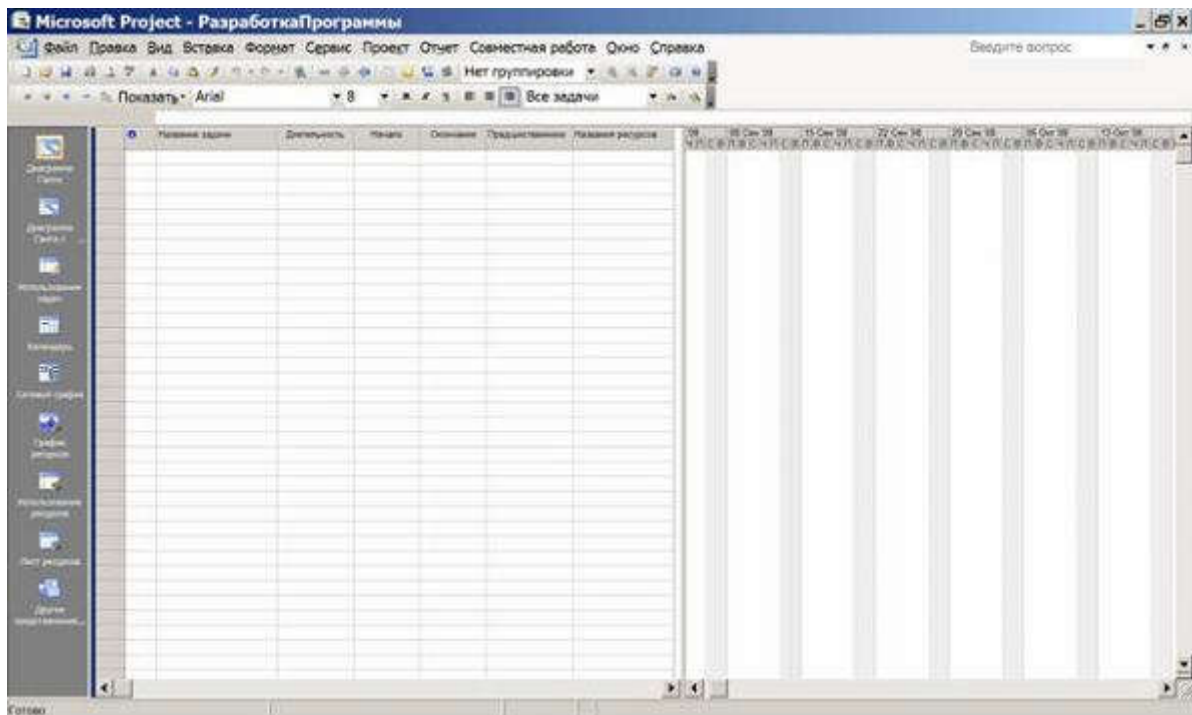

Рис. 3.18. Окно системы после настройки
- Закрыть файл проекта нажав мышкой крестик, обведенный на рис. 3.18.